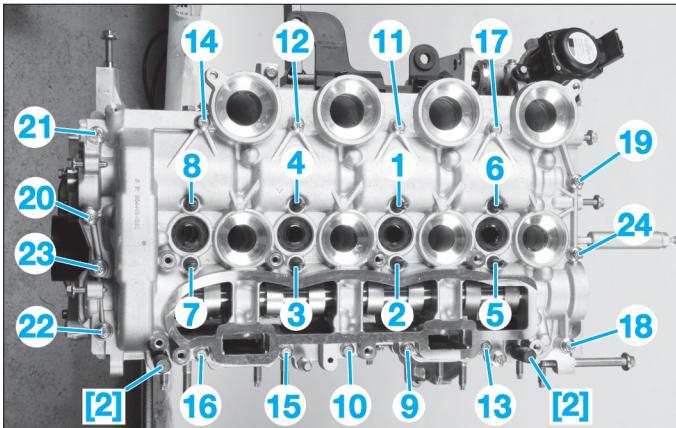
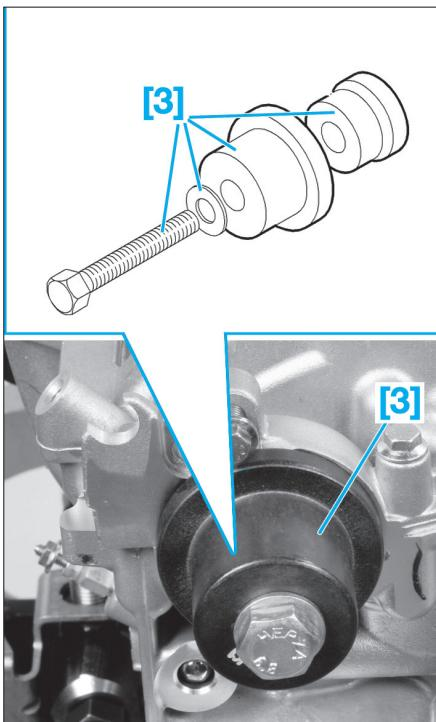

FIG. 72
FIG. 73
- Outil de centrage du carter d'arbre à cames [2] (Fig.72).
- Outil de pose du joint à lèvre de sortie d'arbre à cames [3] (Fig.73).
- Positionner le carter sur la culasse à l'aide des centreurs [2] (Fig.72).
- Reposer les goujons de (1) à (8) et les serrer au couple dans l'ordre prescrit.
- Reposer les vis de (9) à (24) et les serrer au couple dans l'ordre prescrit
- le joint à lèvre avec l'outil [3] (Fig.73).